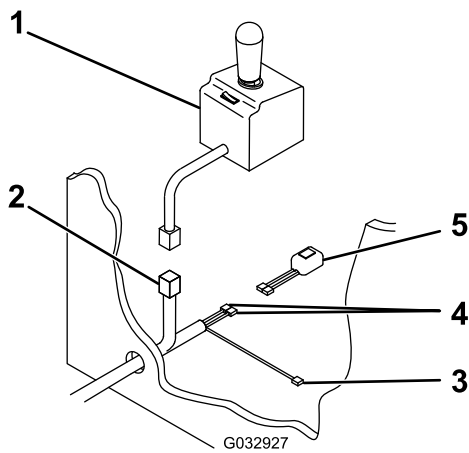

Figura 18
11. Pase el conector del controlador de la pala, el cable negro/rojo y los 2 cables negros a la cabina del vehículo a través del orificio de la mampara (Figura 18).
12. Conecte los 2 cables negros al interruptor basculante de los faros (Figura 18).